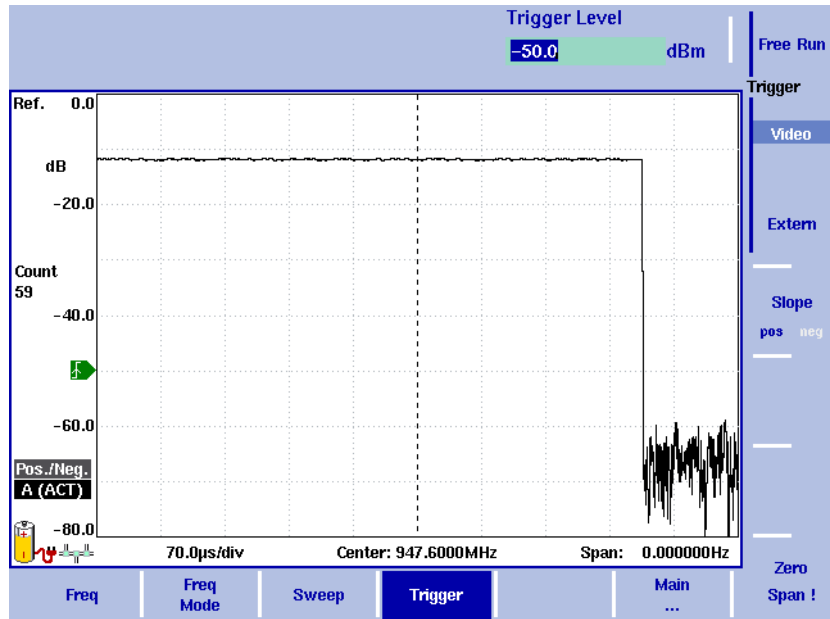

图 36 触发测量（时域）
横轴将变为时间轴。刻度宽度与扫描时间一致。请参阅第 112 页图 36 所提供的例子。
- 4 如有必要，可以通过按下 Slope 软键，在正、反方向之间切换。方向激活符号将显示在功率轴上（另见图 36）：